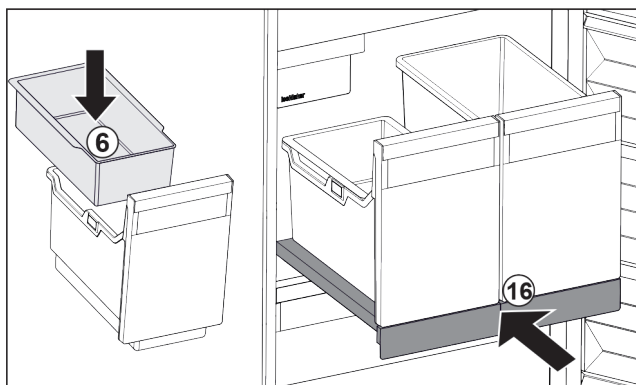

Fig. 107
- Włożyć półkę zawieszaną Fig. 107 (6) na kostki lodu.
- Wsunąć wysuwaną półkę z pojemnikiem (IceTower). Fig. 107 (16)